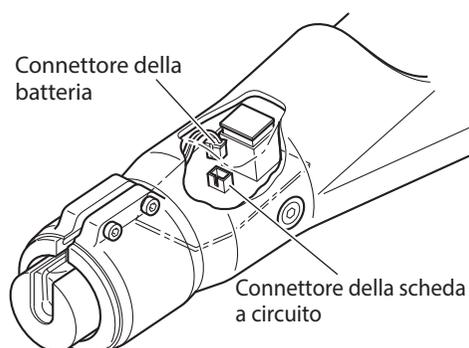

Figura 21 Rimozione del connettore della batteria
- 1 Rimuovere il connettore della batteria dalla scheda a circuito (Figura 21).
- 9 Inserire il connettore della batteria nella scheda a circuito (Figura 21).